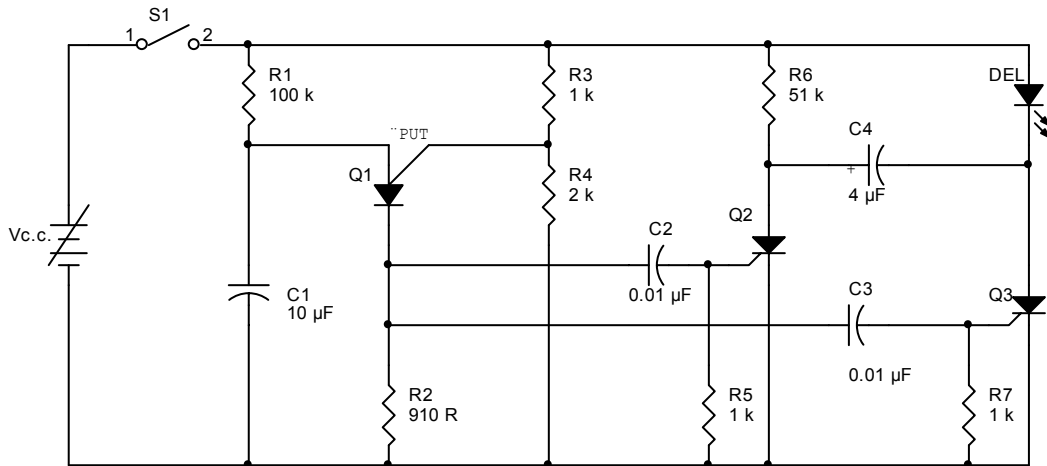

Figure 12-1 : circuit d'un clignotant à thyristors.
- 2. Faites le montage du circuit de la figure 12-1.**